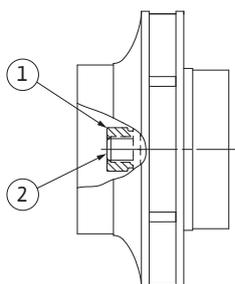

Fig. 53: Posição correcta da porca do impulsor após a instalação
29. Segurar o veio (ver passo 24) e apertar a porca do impulsor com o torque de aperto recomendado (ver listagem “Tabela 11: Torques de aperto dos parafusos” na página 185). A porca (Fig. 53, pos. 1) tem de estar ao nível da extremidade do veio (Fig. 53, pos. 2), com uma tolerância de $\pm 0,5$ mm. Se isso não se verificar, desapertar a porca e repetir os passos 25 a 29.